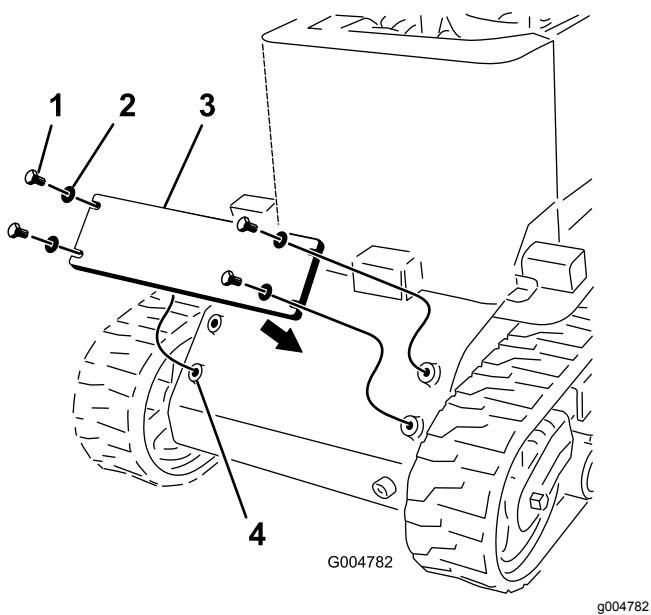

Bild 6
1. Schmieren Sie die vier Schrauben (1/2" x 1 1/4") mit Gewindesperrmittel ein und befestigen Sie das Gegengewicht mit den Schrauben und vier Scheiben vorne an der Maschine (Bild 6).